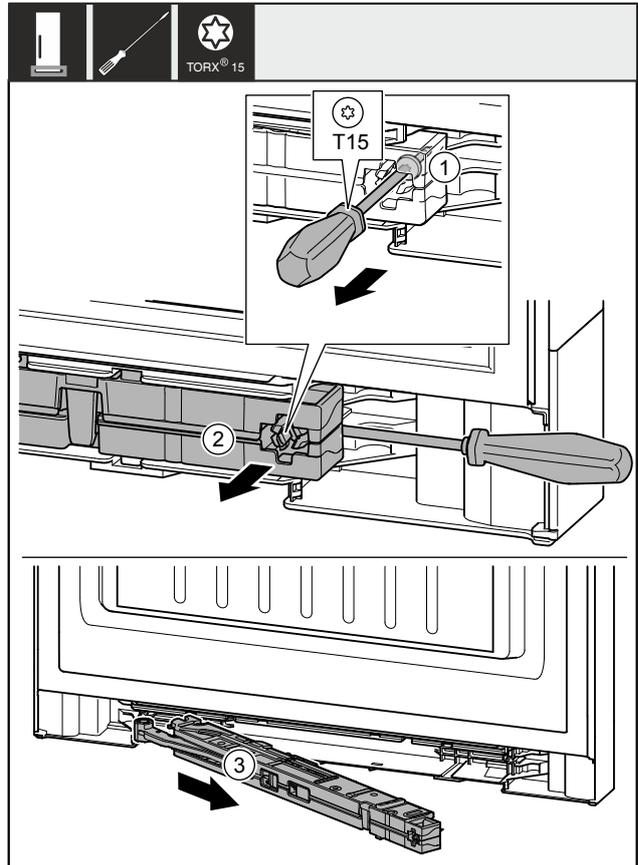

Fig. 11
- ▶ Allentare la vite Fig. 11 (1) sull'unità ammortizzatore di chiusura di ca. 14 mm.
- ▶ Estrarre l'unità ammortizzatore di chiusura Fig. 11 (2) dal lato della maniglia facendo leva in avanti con un cacciavite.
- ▶ Estrarre l'unità ammortizzatore di chiusura Fig. 11 (3).